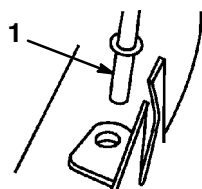

**Figure 35**
6. Faire tourner l'éjecteur en sens inverse aux aiguilles d'une montre et l'enfoncer dans l'ouverture du plateau (Fig. 35).
5. Introduire l'angle avant de la garde de la plaque de paillage dans l'ouverture du plateau (Fig. 35).
6. Faire tourner la plaque de paillage en sens inverse aux aiguilles d'une montre et l'enfoncer dans l'ouverture du plateau (Fig. 35).